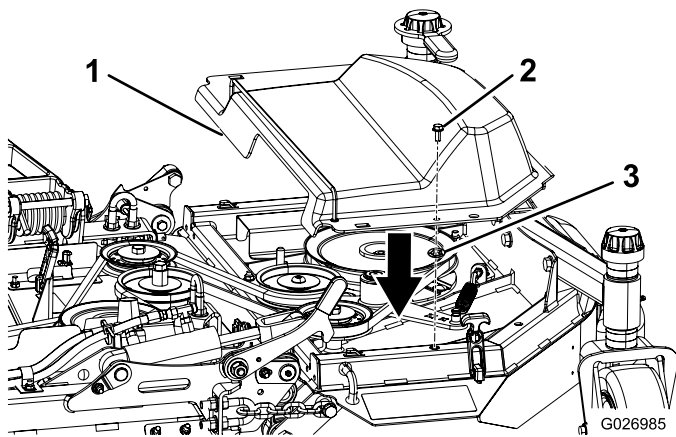

Bild 12
4. Befestigen Sie eine Schraube und Steckmutter an der rechten Kunststoffabdeckung (Bild 12).